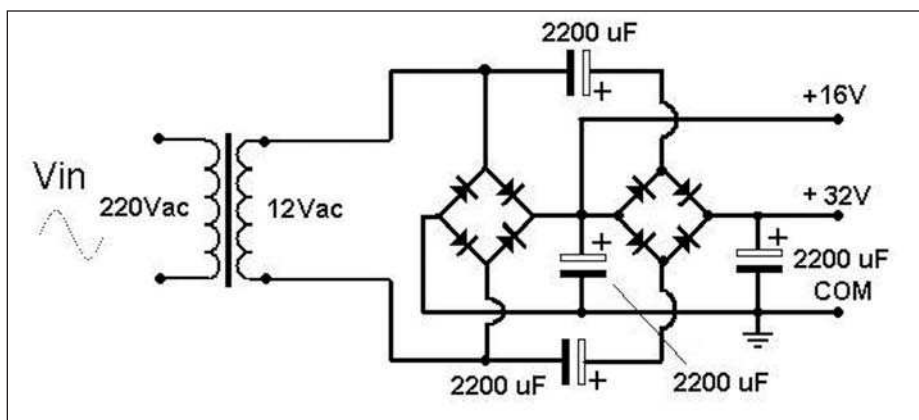

Figura 7: raddrizzatore di tensione a ponte e duplicatore impiegante un secondo ponte integrati in un unico circuito.
**Figura 8:** simulazione circuitale Spice del circuito raddrizzatore e duplicatore di tensione riportato in figura 7. Si notino i valori dei due livelli di tensione continua in uscita utilizzabili a loro volta per alimentare altrettanti regolatori stabilizzatori riduttori (per esempio, LM317 e M7812).
Quanto esposto fino ad ora consente di pensare all'implementazione del circuito di **figura 7**. Si tratta di uno schema circuitale che integra un raddrizzatore di tensione a ponte ed un duplicatore ottenuto grazie all'impiego di un secondo ponte. Il circuito è alimentato da un trasformatore riduttore che consente di collegare lo stesso direttamente alla tensione di rete 220Vac. In **figura 8** è riportata la simulazione circuitale Spice del circuito che mostra i valori di tensione attesi sulle due uscite disponibili.